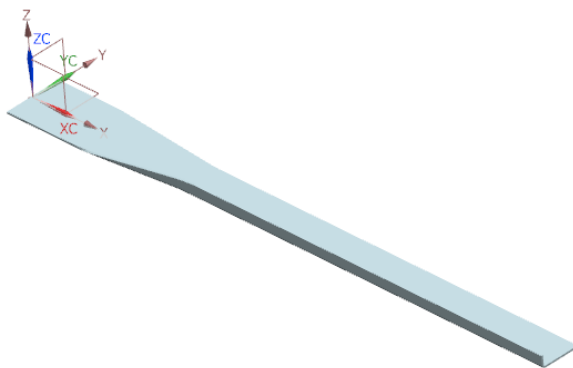

图 10-52 重新折弯钣金件
(3) 在“重新折弯”对话框中，单击 **确定** 按钮，重新折弯钣金件，如图 10-52 所示。